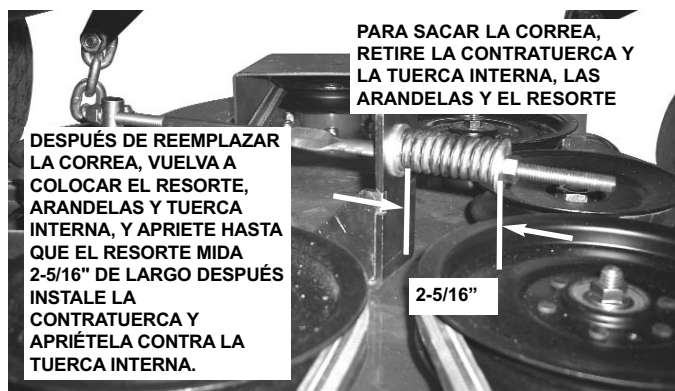

FIGURA 5.13a
2. Retire la contratuerca, la tuerca interna, las arandelas y el resorte de las roscas delanteras de la varilla tensora de la plataforma. Vea la figura 5.13a. Deslice la varilla hacia fuera de la escuadra de la plataforma, y gire hacia atrás la polea tensora de la plataforma.
Para ajustar la tensión de la correa, afloje la contratuerca en la varilla tensora de la plataforma y después enrosque o desenrosque la tuerca interna hasta que el resorte tensor mida 2-5/16". Vea la figura 5.13a. Apriete la contratuerca contra la tuerca interna después de hacer el ajuste.